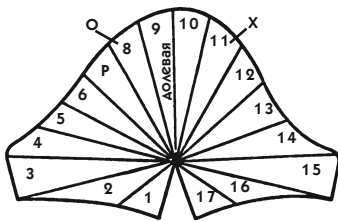

Рис. 660
2. Поместите базовое лекало рукава на руку и начертите модель: линию низа и маленький кружок диаметром 1 см, от которого будут расходиться сборки, как на рис. 660.
- Пронумеруйте клинья, но не разрезайте. С этим лекалом (рис. 660) лучше работать на просвет.
5. Чтобы работать на просвет, проведите посередине листа бумаги линию долевой нити (рис. 660).